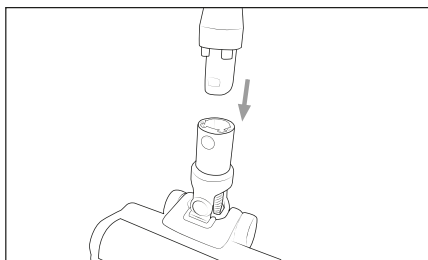

Abb. 2
- 2) Schieben Sie das Saugrohr **23** in die Bodenbürste **20**, bis es hörbar mit einem Klickgeräusch einrastet (siehe Abb. 2). Alternativ können Sie die Bodenbürste **20** auch ohne das Saugrohr **23** mit dem Gerät verbinden.